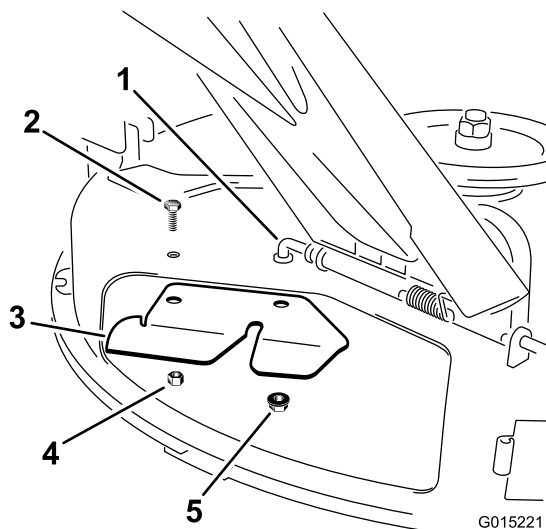

Bild 21
3. Befestigen Sie das neue Versatzablenkblech an der Unterseite des Mähwerks (Bild 21). Befestigen Sie es mit den vorher entfernten Befestigungen.